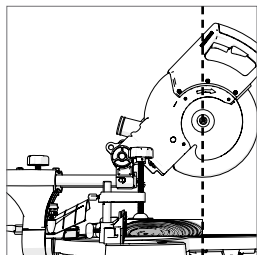

Fig. 27
- Saisir la poignée de coupe et tirer la tête de coupe vers l'avant jusqu'à ce que le moyeu (centre de la lame) se trouve au-dessus du bord avant de la pièce à usiner. (**Fig. 27**)